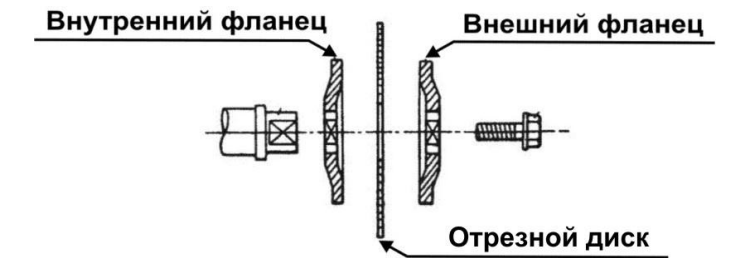

Рис. 7
12.2.1. Установите отрезной диск (12) в соответствии с последовательностью, указанной на Рис. 7 так, чтобы ответная часть внешнего фланца (23) совместилась с посадочной частью.